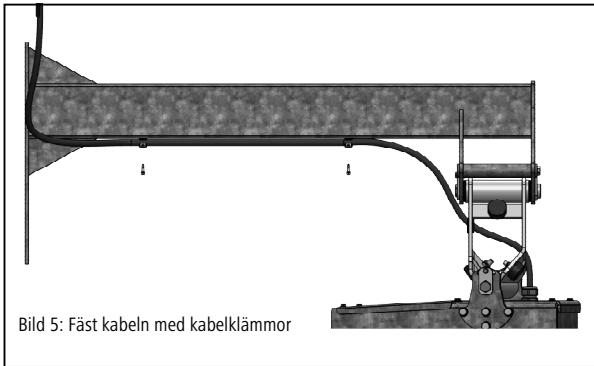

Bild 5: Fäst kabeln med kabelklämmor
8. Säkra fästskraven M14 med säkringsplåt (bild 4 – nr 11), skruv (bild 4 – nr 11), bricka (bild 4 – nr 12) och självlåsande mutter (bild 4 – nr 13) mot att lossa. Fäst motorkabeln på upphängningsarmen med klämmor och självlåsande skruvar (bild 5).